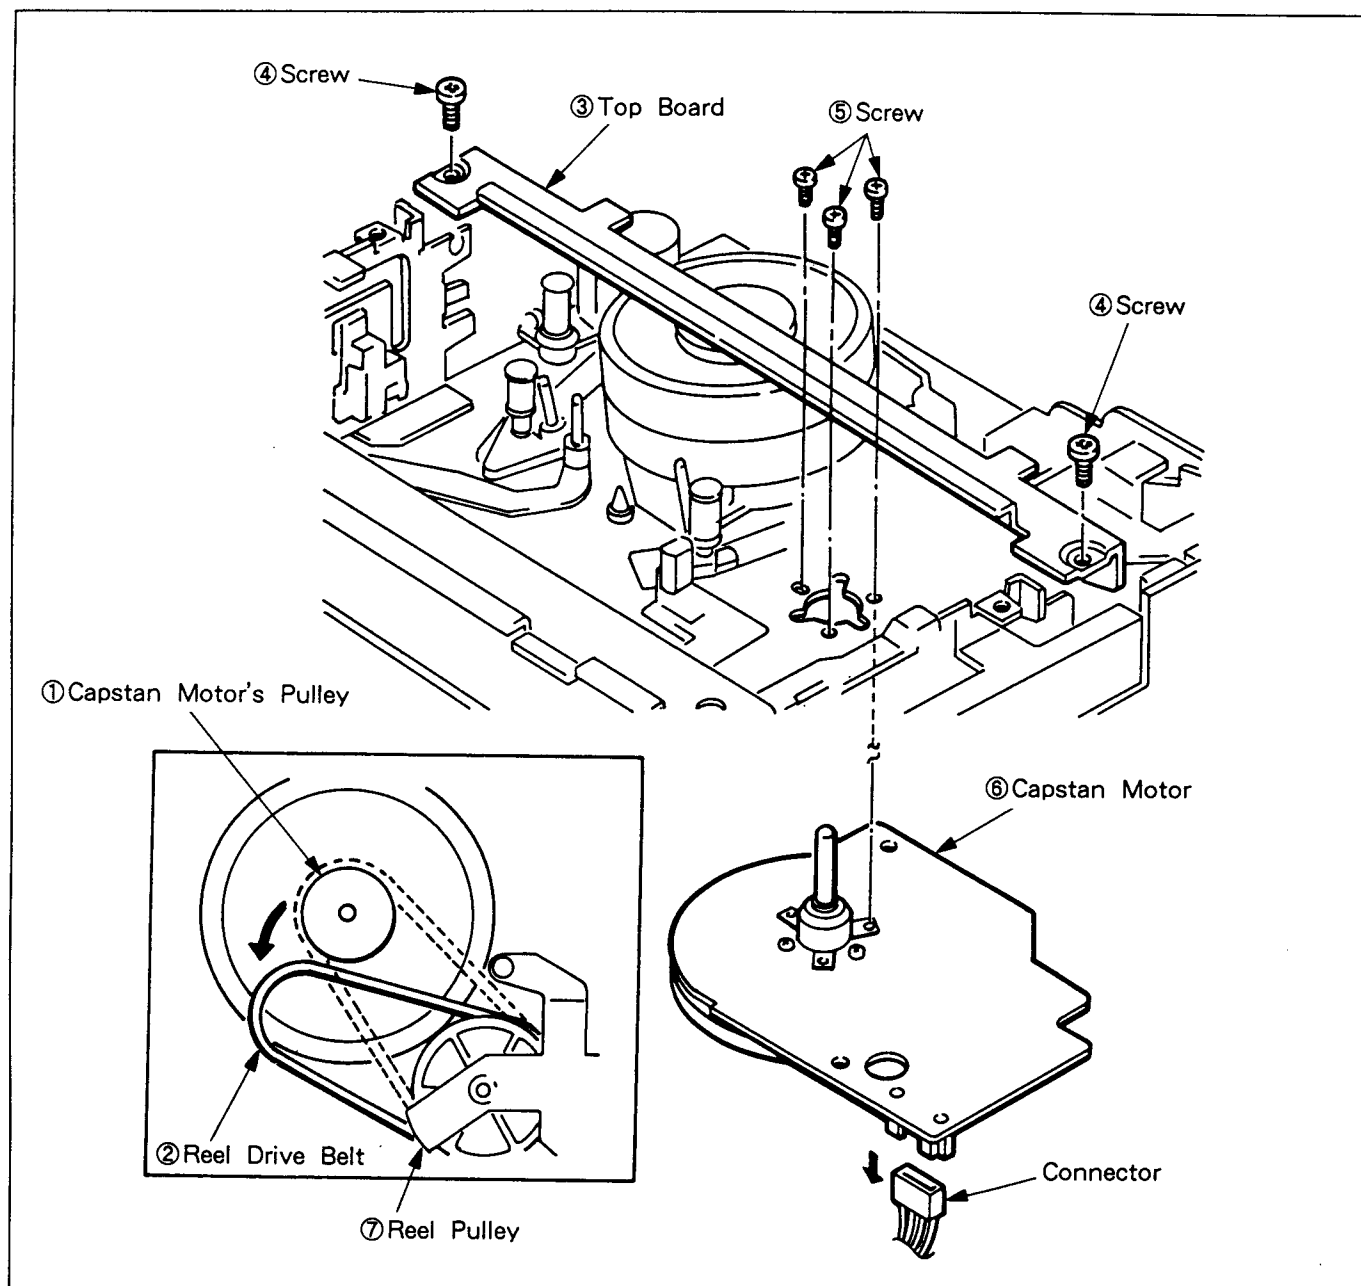

Fig. 2-9. Capstan Motor
2.9. CAPSTAN MOTOR (See Fig. 2-9.)